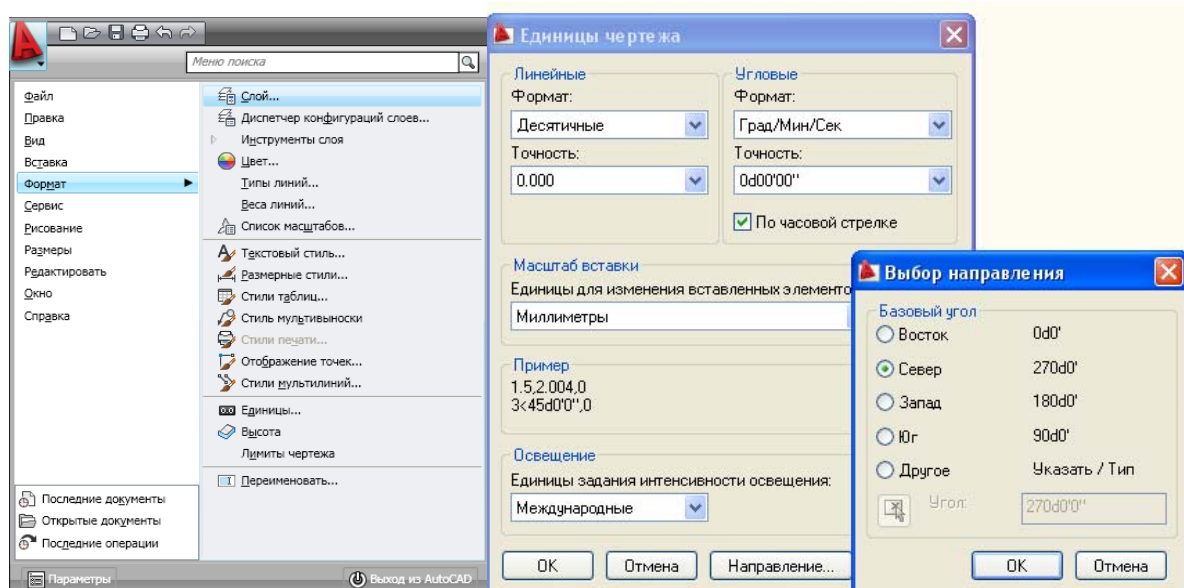

Рис. 9. Задание Единиц чертежа
- из меню **Формат** выбрать **Единицы** (рис. 9);